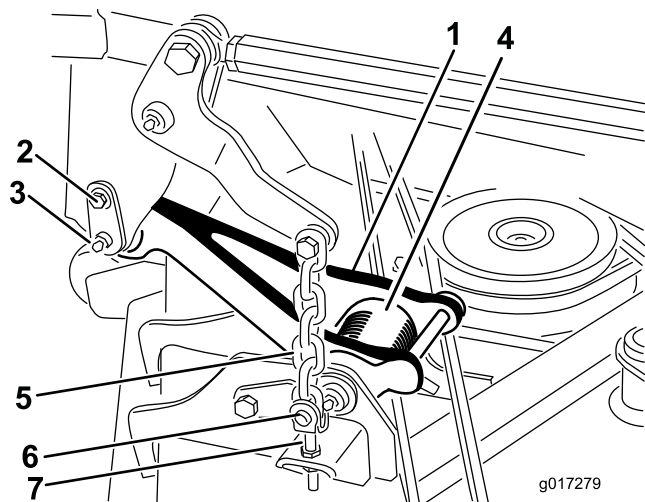

図 2
注 刈り込みデッキを完全に上昇させた状態では、プルリンクのトーションスプリング (図 2) が軽くなるのでプルリンクをマシンから外すのが非常に容易になります。
2. 以下の手順で、車両両側のプルリンクを外す (図 2) :
- A. リテーナピンをキャリアフレームに接続しているショルダ付きねじを外す (図 2)。
- B. キャリアフレームとプルリンクから、リテーナピンを注意深く抜き取る (図 2)。
6. 昇降チェーンをデッキの調整クレビスに固定しているリングピン（4本）とクレビスピンを取り外す（図 2）。
2. リングピン（4本）とクレビスピンを使って、昇降チェーンをデッキの調整クレビスに固定する（図 2）。
5. プルリンクをキャリアフレームに合わせて、リンクをリテーナピンで接続する（図 2）。リテーナピンは、ショルダねじでフレームに固定する（図 2）。